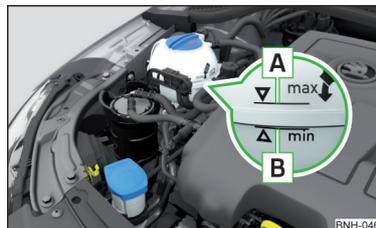

Abb. 121
Die Bezeichnung des Kühlmittels ist auf dem Kühlmittelausgleichsbehälter aufgeführt » Abb. 121 auf Seite 148.
- Das Kühlmittel nicht über die Markierung **A** auffüllen » Abb. 121 auf Seite 148.
Kühlmittelausgleichsbehälter » Abb. 121
► Den Kühlmittelstand am Kühlmittelausgleichsbehälter prüfen » Abb. 121.
Bei betriebswarmem Motor kann das Prüfergebnis ungenau ausfallen. Der Stand kann auch über der Markierung **A** » Abb. 121 liegen.